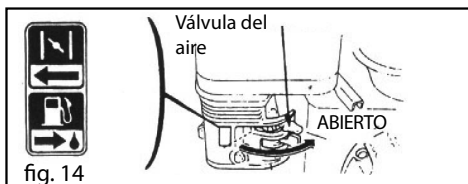

fig. 14
9. Precaliente el motor y coloque la palanca del aire en posición de "ABIERTO" (Fig.14).